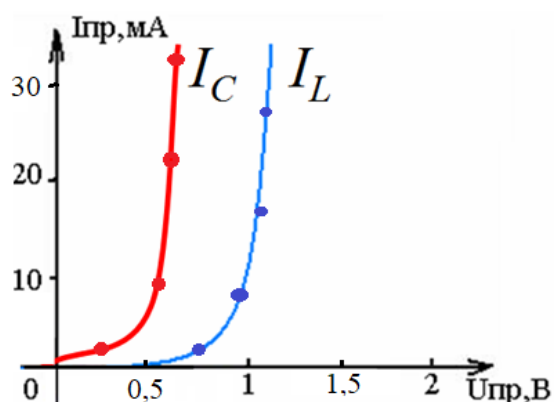

Рис.3.10
1) Шкалы по осям наносятся на график путем отметки некоторых линий координатной сетки числами, которым эти линии соответствуют. Нуль должен быть записан обязательно. У концов координатных осей (выше у оси абсцисс и правее у оси ординат) следует указывать символы откладываемых величин. Там же, с использованием установленных сокращений, указываются единицы измерения. Пример правильно оформленного графика показан на рис.3.10.